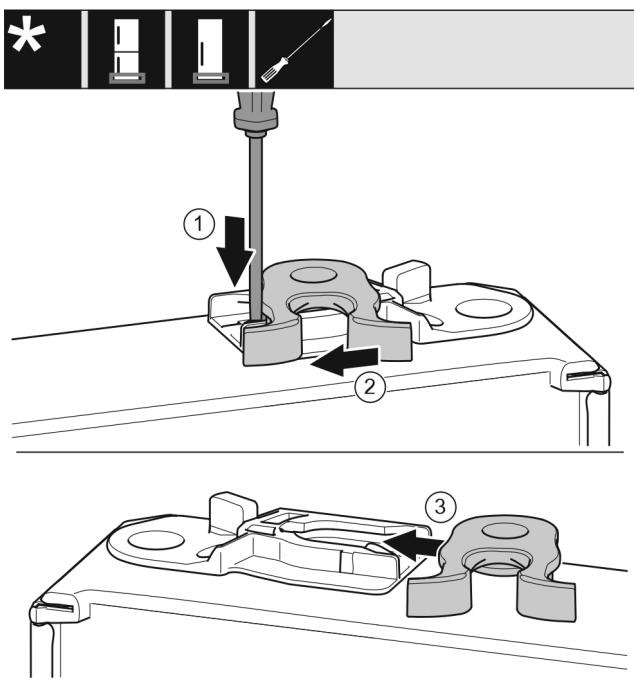

Fig. 18
- ▶ Ravnim odvijačem pritisnite jezičac prema dolje. Fig. 18 (1)
- ▶ Izvucite kuku za zatvaranje iz vodilice. Fig. 18 (2)
- ▶ Gurnite kuku za zatvaranje na drugo strani u vodilicu. Fig. 18 (3)